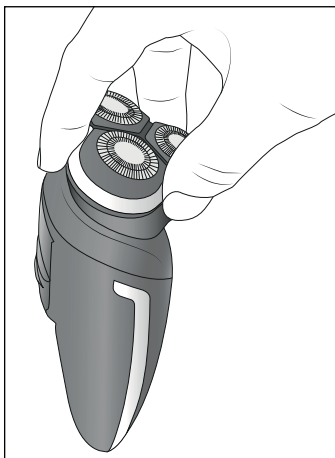

Fig. 2
- 1) Saisissez l'unité de rasage ❷ avec trois doigts au niveau des poignées encastrées ❸ et retirez-la (voir fig. 2).